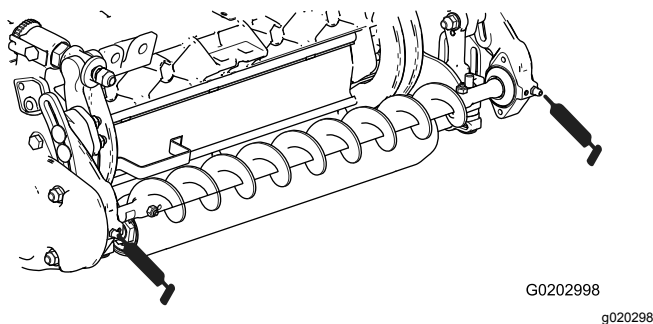

Figure 28
41. Graissez les graisseurs de chaque logement de roulement de brosse de rouleau avec de la graisse universelle au lithium n° 2 (Figure 28).